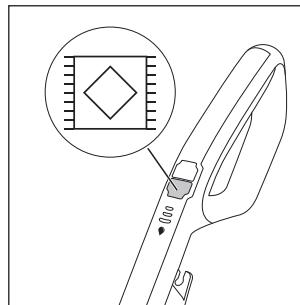

Abb. 17
- ♦ Um das Gerät einzuschalten, drücken Sie den Schalter Teppichboden ⑬ (siehe Abb. 17). Die LED des Schalters Teppichboden ⑬ leuchtet blau.
- ♦ Drücken Sie zum Ausschalten des Gerätes erneut den Schalter Teppichboden 13 (s. Abb. 17).